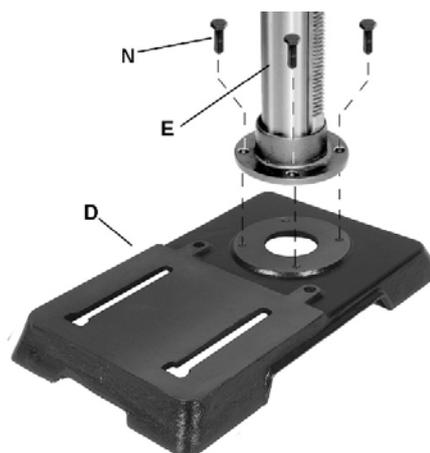

Рис. 5
См. Рис. 5:
2. Поверните бабку так, чтобы боковые стороны *крышки ременной передачи* (A₁) располагались параллельно боковым сторонам *основания* (D, Рис. 5).